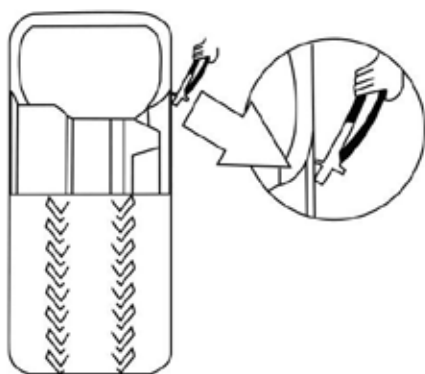

Fig.11
- Retirez toutes la substance ou corps étrangés ainsi que les masse d'équilibrage de la jante (Fig. 11).